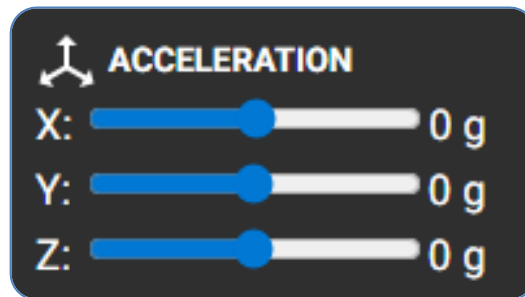

Рис. 13.2. Елементи керування прискоренням пристрою
- c. Запустіть програму. Коли в серійному моніторі розпочнеться відлік – одразу починайте імітувати один з рухів, плавно пересуваючи повзунок однієї з осей прискорення акселерометра в Wokwi (рис. 13.2).